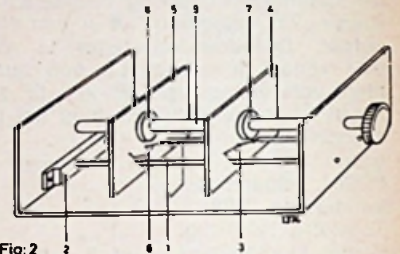

Fig. 2
Daar de Ingang a-periodisch is, kan men de booster afstemmen door de Lecher d.m.v. een geleider over een bepaalde afstand kort sluiten. (fig. 2). De tap op de Lecher is zo gekozen, dat een max. output wordt verkregen. Daar echter bij verandering van de werkzame lengte deze tap verplaatst moet worden en er dus mechanisch aan deze afstemunit nogal wat eisen gesteld worden.
**Toelichting op fig. 2:** 1. Lechersyst. 2. UKW-isolator; 3. zilver kortsl.contact; 4. geisol. drager; 5. idem; 6. zilveren 300 Ω outputcontacten; 7. zes gangen aandrijving; 8. zeven gangen aandr.; 9. aandrijfspindel.